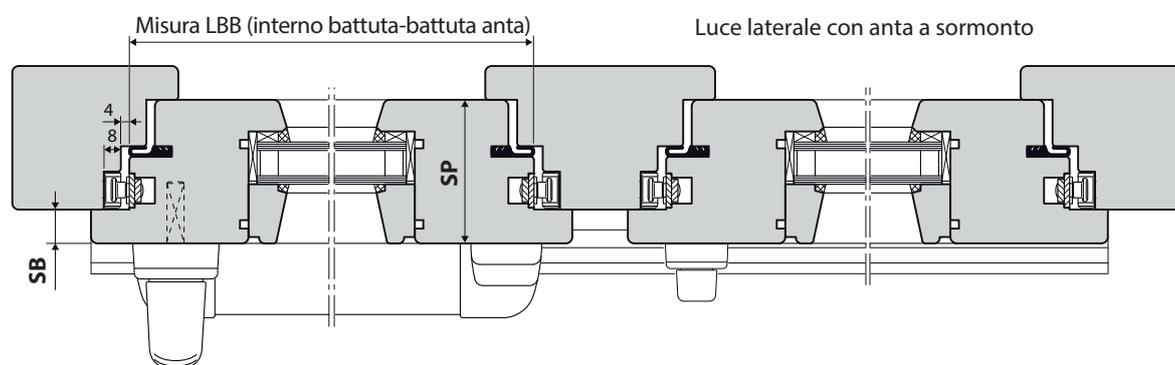

fig. 3
- 3) Rilevare le misure **HBB** (fig. 2) e **LBB** (fig. 3) di ogni anta scorrevole.